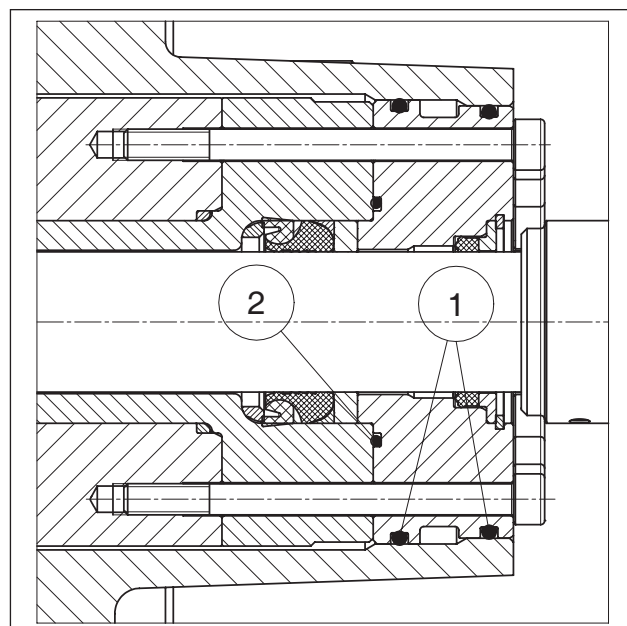
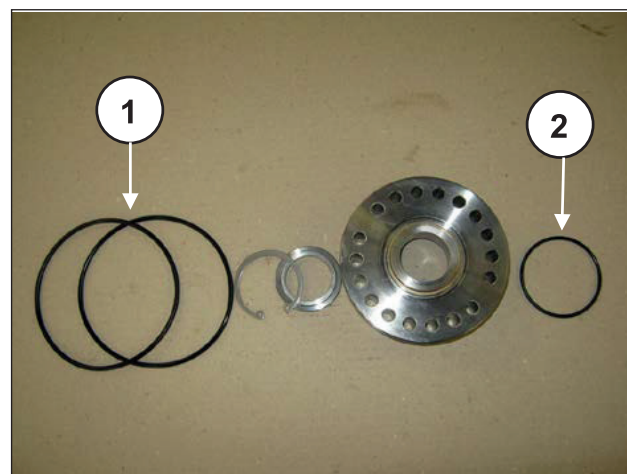

Fig. 206
Fig. 207
Remonter le groupe support des joints (Fig. 206 et Fig. 207) en remplaçant les composants ① et ②.